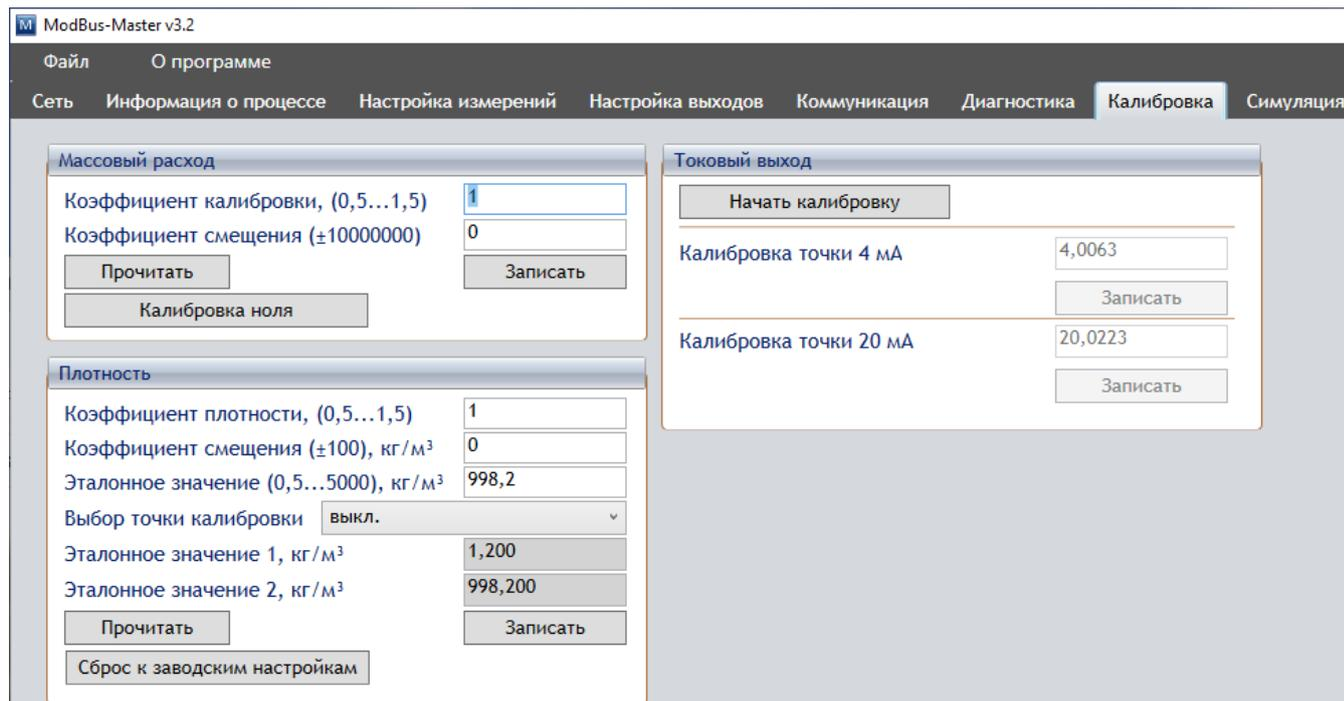

Рисунок 4 – Калибровка ноля с помощью ModBus-Master
- Запустите процедуру калибровки ноля с помощью программного обеспечения ModBus-Master (см. рисунок 4), нажав на кнопку «Калибровка ноля», или через соответствующий регистр Modbus, записав единицу.